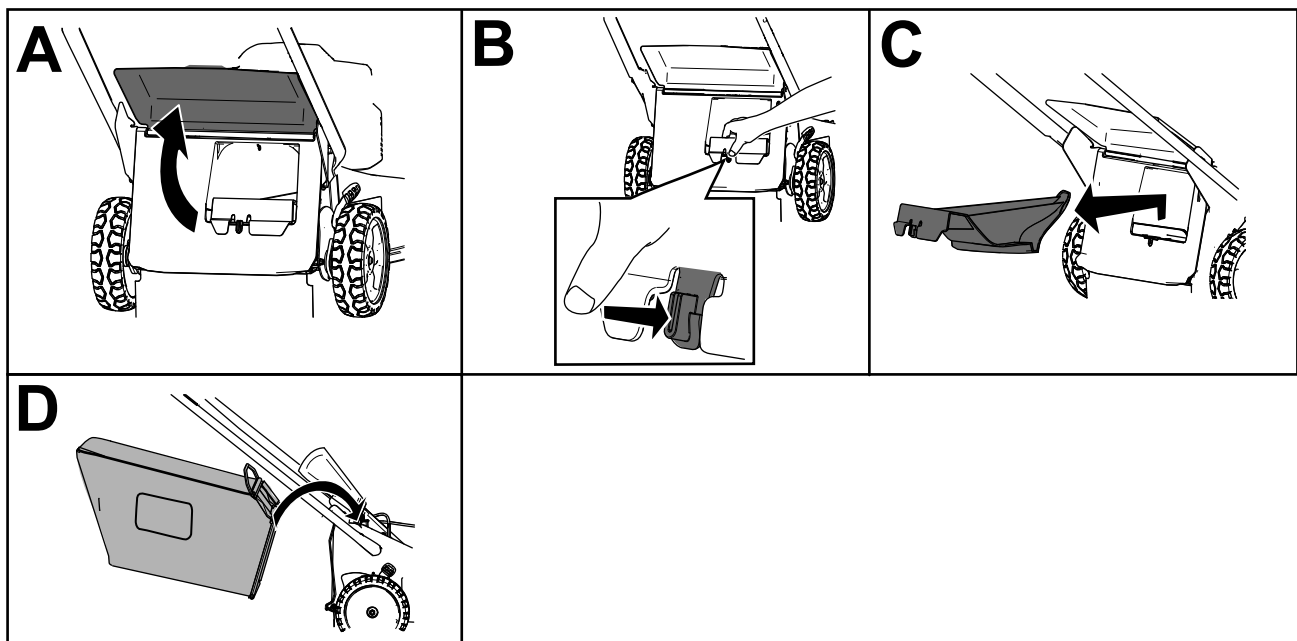

Figure 18
**Remarque:** Pour déverrouiller l'obturateur arrière, tournez le levier vers la droite (Figure 18).
3. Soulevez le déflecteur arrière et maintenez-le dans cette position (A de Figure 18).
4. Retirez l'obturateur d'éjection arrière en appuyant sur le verrou avec le pouce et en tirant l'obturateur hors de la machine (B et C de Figure 18).
5. Placez les extrémités de la tige du bac dans les crans à la base du guidon et basculez le bac d'avant en arrière pour vous assurer que les extrémités de la tige sont bien engagées au fond des deux crans (D de Figure 18).
3. Sortez la tige du bac à herbe des crans à la base du guidon (A de Figure 18).
4. Installez l'obturateur d'éjection (B de Figure 18).
5. Abaissez le déflecteur arrière (C de Figure 18).